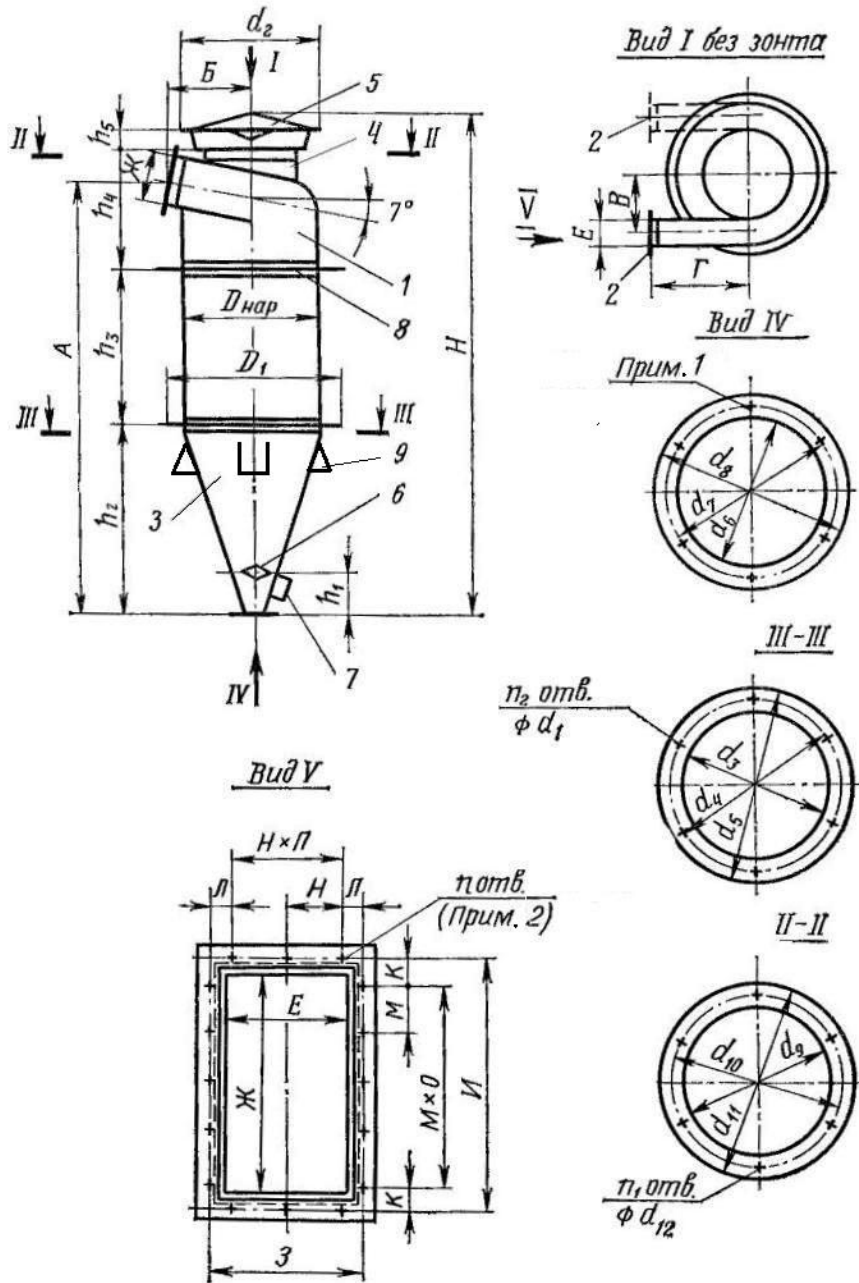

Рис. 1.
3.2. Циклон (див. рис. 1, табл.1) складається з циліндричної частини 1, вхідного патрубку 2, конуса 3 і вихлопної труби 4. Для захисту від атмосферних опадів – над вихлопною трубою встановлено «зонти» 5. В конусі, для попередження повторному вивітанню пилю встановлено клапан 6 у вигляді конуса. Для очищення конуса передбачено лючок 7. Циліндр з конусом з'єднуються фланцями 8. Для установки циклона на раму передбачено монтажні вуха 9.